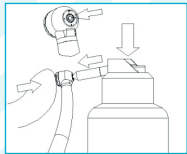

Fig. 9-1
- Gebruik een smeervloeistof die is gespecificeerd en aanbevolen om het medische apparaat schoon te maken, en smeer het inwendige van het apparaat: breng het sproei-inzetstuk aan aan in de buis van de spuitbus en plaats vervolgens het sproeistuk in de persluchtingang van het medische apparaat (Fig. 9-1), druk de sproeiknop 2-3 seconden in tot de smeervloeistof uit de kop tevoorschijn komt.